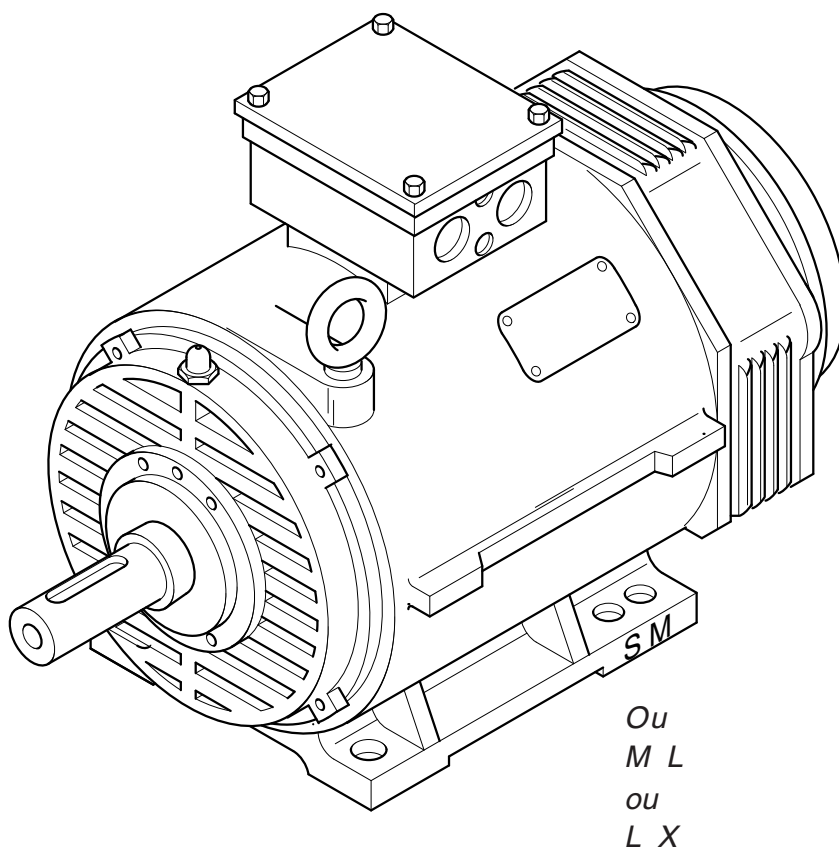

Figura 2: orifícios de fixação no pé S,M ou M,L ou L,X
2.6 Furos de fixação da base (Figura 2)